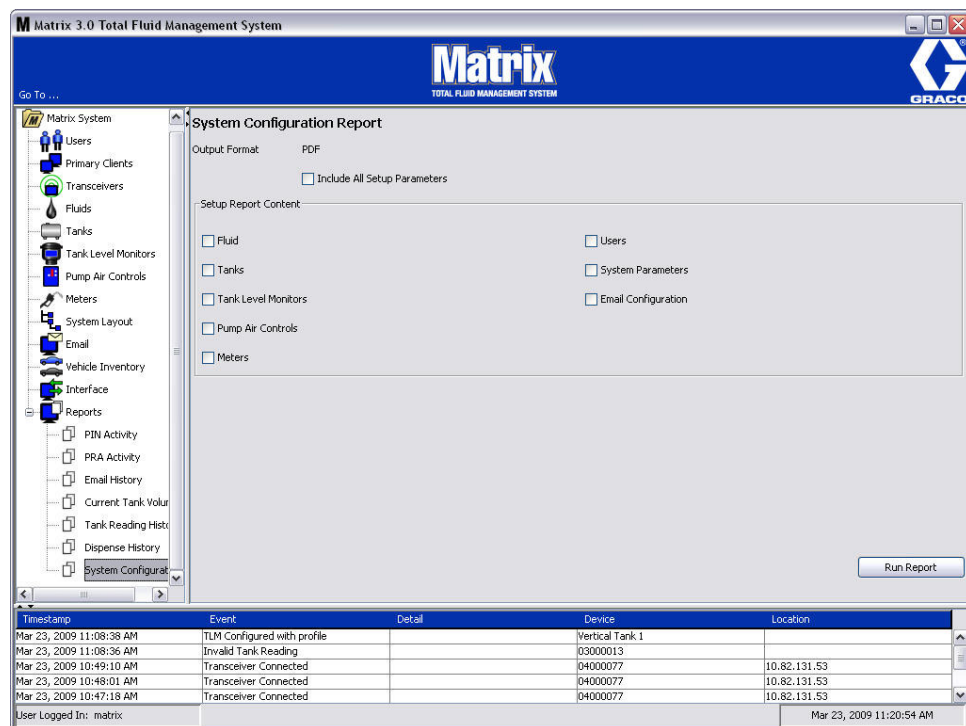

FIG. 179
- **Systeemconfiguratie (Fig. 179)**